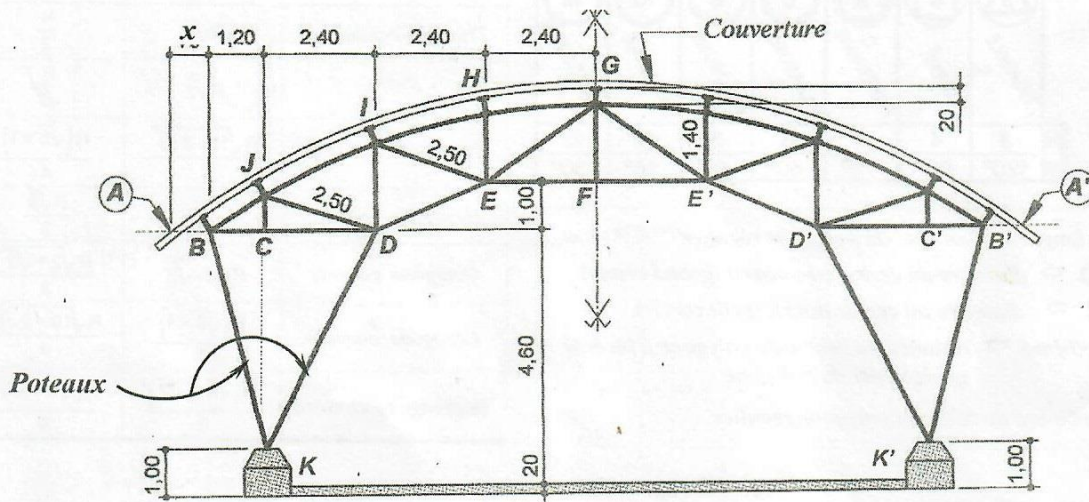

figure 3
1. La longueur totale  $L_p$  de profilés nécessaires aussi bien à la réalisation de la ferme et des poteaux Métalliques (figure 3). Le rayon de courbure de l'arc de cercle est égale à 15,00 m.